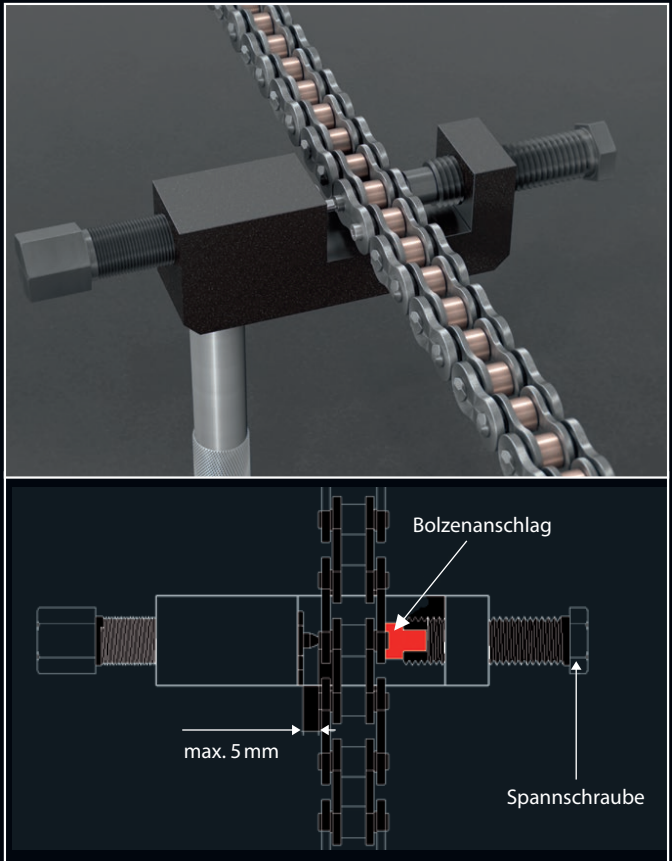

Abb. 6
- Auf die Zentrierung des Dorns im hohlen Bolzen des Kettenschlosses achten (Abb. 6).